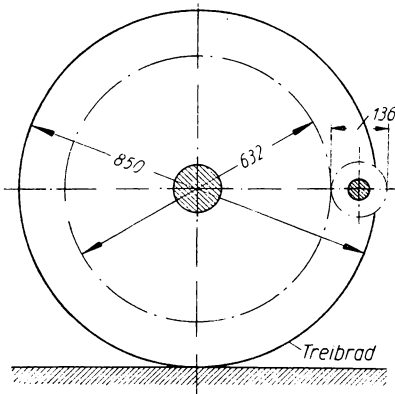

Bild 13
**44.** Ein Straßenbahn-Elektromotor treibt mit einem Zahnrad von 136 mm Teilkreisdurchmesser ein großes, auf der Laufachse angeordnetes Zahnrad von 632 mm Teilkreisdurchmesser (Bild 13). Die auf den Schienen laufenden Treibräder der Achse haben 850 mm Durchmesser. Zu berechnen ist **a)** die Drehzahl in U/min der Achse, wenn der Wagen eine Fahrgeschwindigkeit von 45 km/h hat; **b)** Die Umfangsgeschwindigkeit der Zahnraderteilkreise; **c)** die erforderliche Drehzahl in U/min des Motors.